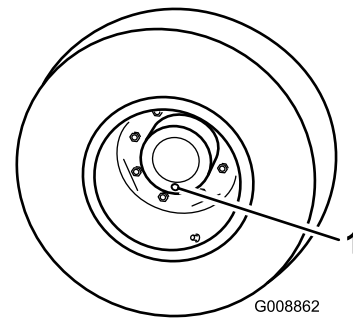

Figure 105
1. Placez la machine sur une surface plane et horizontale et tournez une roue de sorte que l'un des bouchons de contrôle se trouve à la position la plus basse (6 heures) (**Figure 105**).